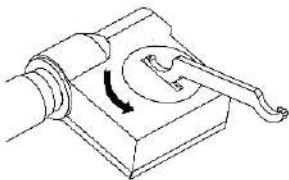

Рис. 1
- Поверните крышку батарейного отсека против часовой стрелки с помощью гаечного ключа (рис. 1), затем снимите ее.